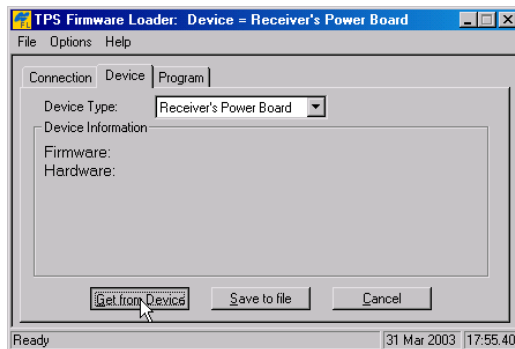

Figura 5-21. Configuración del Tipo de Dispositivo
5. Haga clic en la pestaña **Device** y configure el *Device Type* como “Receiver’s Power Board” (Tarjeta de Alimentación del Receptor). A continuación haga clic en **Get from Device** para obtener información con respecto al dispositivo (Figura 5-21).